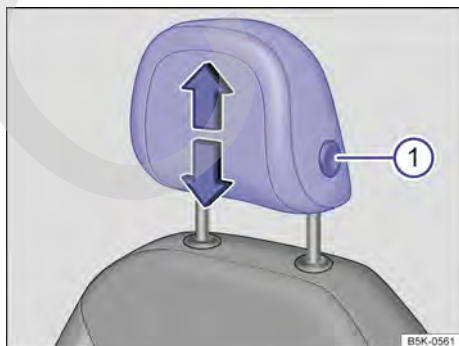

Fig. 68 Apoyacabezas delantero: ajustar.
- Mover el apoyacabezas hacia arriba o hacia abajo, en el sentido de la flecha, presionando el botón → fig. 68 ①. → ⚠ en *Introducción al tema* de la pág. 83